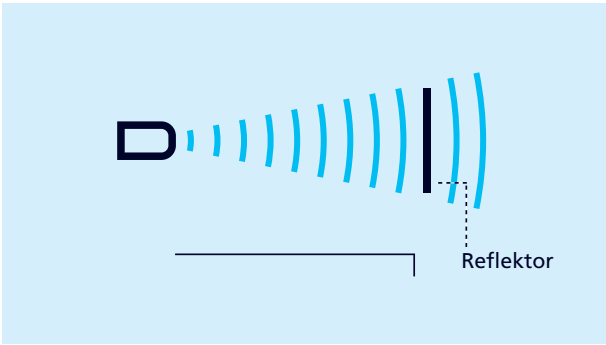

Bild 9: Zweiweg-Reflexionsschranke, Fenster ± Offset
- Der Ausgang wird gesetzt, wenn sich das Objekt zwischen Sensor und fest montiertem Reflektor befindet. Hierzu wird der Ultraschallsensor im Fensterbetrieb so eingestellt, dass ein fest montierter Reflektor innerhalb des Fensters liegt. Der Wechsel des Schaltausgangs erfolgt, sobald ein Objekt vor dem Reflektor erkannt wurde. Diese Betriebsart wird bei schlecht zu detektierenden Materialien wie Schaumstoff und bei der Abtastung von Objekten mit unregelmäßigen Oberflächen empfohlen (vgl. Bild 9).